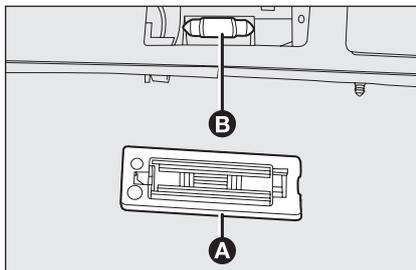

fig. 36
- enlever le transparent **A**-fig. 36 et du porte-lampe l'ampoule **B**;